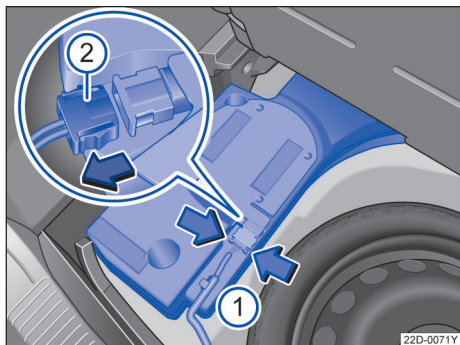

图 157 行李厢内：拆下重低音扬声器
- 用手捏住定位凸缘→图 157（箭头 ①）并压紧到止位，并断开连接插头 ②。
- 拔出连接插头 ②，并将拔出的导线放置一边。